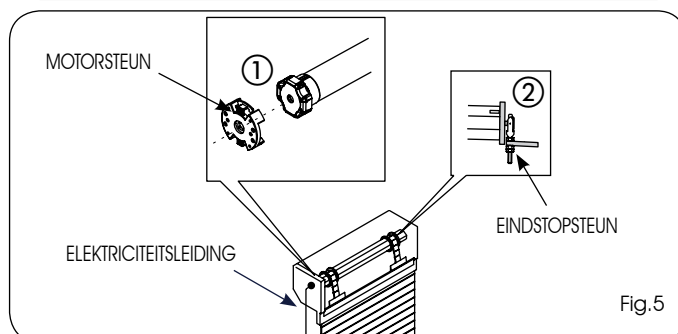

Fig.5
5) Duw de gemotoriseerde as met een lichte druk in de motorsteun (Fig.5 ref.①), en op de steun van de eindstop (Fig.5 ref.②), zodat de stelschroeven van de eindschakelaar te bereiken zijn.